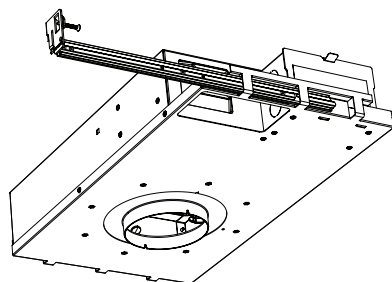

fig. 2
- Inserte la barra de colgado interna en las tres hebillas presentes en el extremo del alojamiento del D3. Asegúrese de que el tornillo esté en la parte superior (consulte la fig. 2).